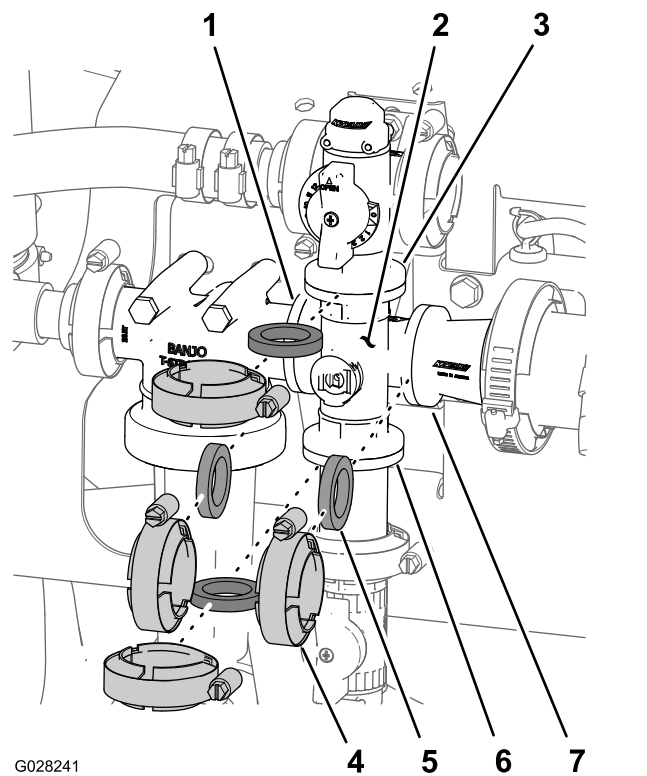

图78
1. 取下将搅拌阀歧管（图78）固定至搅拌旁通阀、压力式滤清器头、异径管连接头和安装座接头（搅拌节流阀）的夹具和垫片。